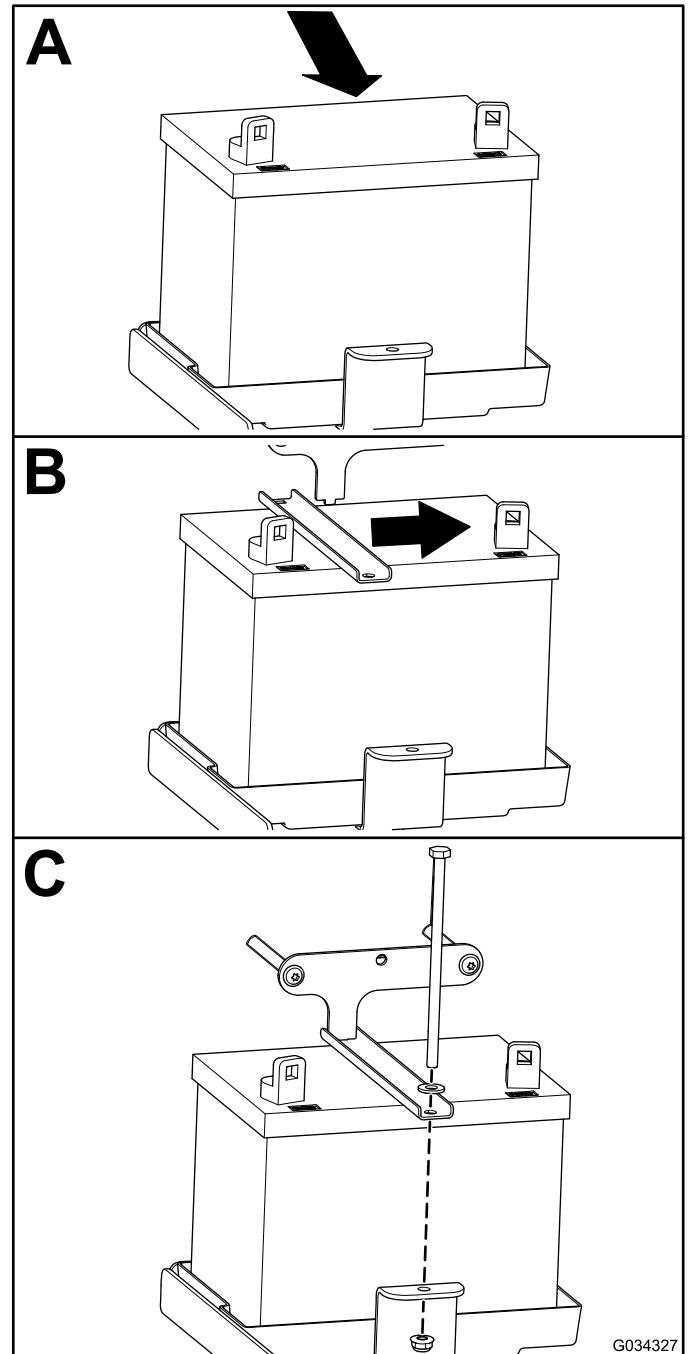

Figure 46
1. Installez la batterie comme montré à la Figure 46.